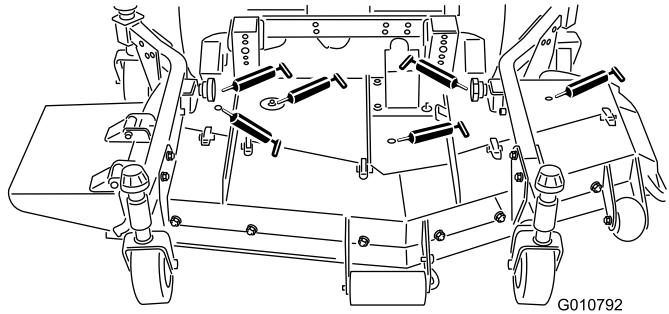

Bild 17
- Messerspindellager (Bild 17)